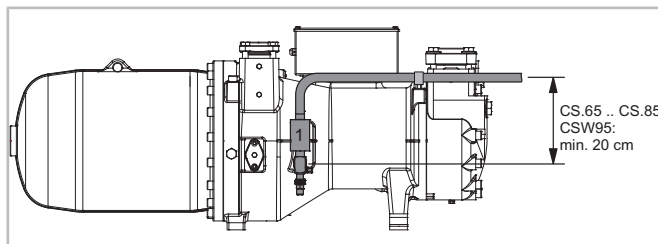
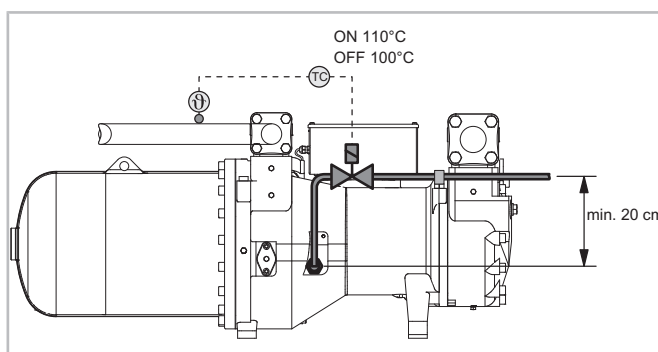

Рис. 5 Схема прокладки трубопровода линии экономайзера на компрессоре
Рис. 6 Схема прокладки трубопровода линии впрыска жидкого хладагента (LI) с клапаном впрыска хладагента
Опциональные линии экономайзера (ECO) (не для CSW95), см. рис. 5, стр. 96 и/или впрыска жидкости (LI), см. рис. 6, стр. 96 должны быть направлены вертикально вверх от места присоединения. Это предотвращает миграцию масла и повреждение компонентов вследствие гидравлических ударов (см. руководство SH-170).